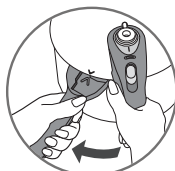

fig. 3
- Tournez le couvercle dans le sens des aiguilles d'une montre jusqu'à la butée - fig. 3 jusqu'à entendre le bruit d'enclenchement du bouton fig. 4.